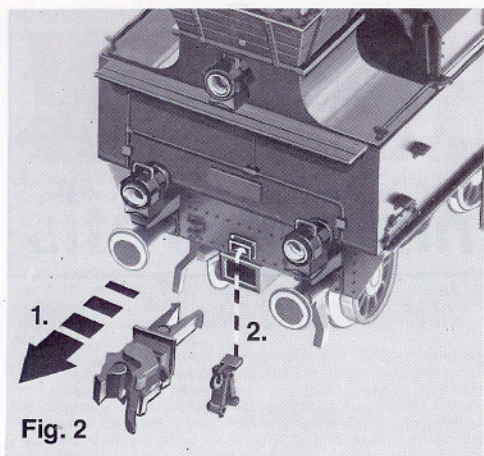

Fig. 2
Vorsichtig in Pfeilrichtung abziehen. 2. Die Attrappen in die vorgesehenen Aussparungen einstecken. Eventuell mit etwas Klebstoff befestigen (Fig. 2 und 3).
2. Insert the alternative coupling gear. Secure in position with plastic glue (fig. 2 and 3).
Eventuellement les fixer au moyen d'une goutte de colle (fig. 2 et 3).
De automatische **FLEISCHMANN PROFI** koppelingen kunnen vervangen worden door de bijgevoegde imitatiekoppelingen. Daartoe dient men de **FLEISCHMANN PROFI** koppeling te verwijderen en de imitatiekoppeling in de daarvoor bestemde uitsparing te monteren. Bij de bevestiging kan eventueel iets lijm worden gebruikt (fig. 2 en 3).
De automatiska **FLEISCHMANN PROFİ** kopplarna kan du byta ut mot de bifogade kopplingsatrapparna. Avlägsna **FLEISCHMANN PROFİ** kopplarna och stick i atrapparna i de förutsedda hålen. Fäst eventuellt med lite lim (fig. 2 och 3).
2. Innestare le imitazioni nelle apposite rientranze. Eventualmente fissarle con un po' di adesivo (fig. 2 e 3).